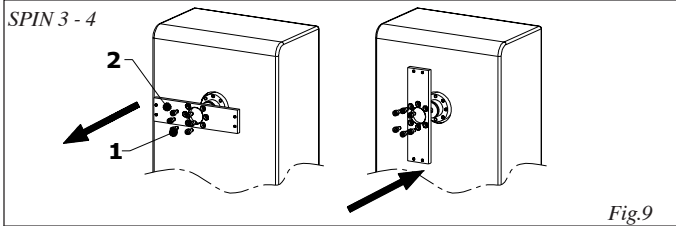

Fig.9
- togliere le viti che fissano il piatto porta asta, rif.1 fig.9 e 10.
- ruotare il piatto porta asta, rif.2 fig.9 e 10, di 90°